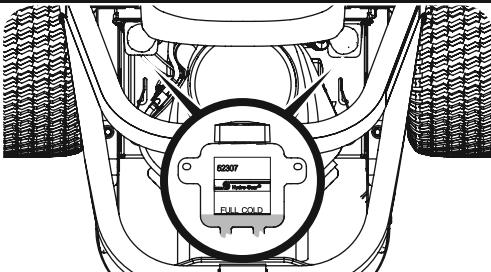

Figura 35
- Limpie la tapa del depósito y el área que la rodea para evitar que el aceite de transmisión se contamine con partículas. Consulte la Figura 35.
- Gire la tapa del depósito en sentido contrario al de las agujas del reloj para retirarla, luego controle el nivel de aceite del depósito. El aceite debe ser visible en la base de la cubeta, pero el nivel del mismo NO debe estar por encima de la línea de "LLENO FRÍO". Consulte la Figura 35. **NO LLENE EL DEPÓSITO.**
- Extraiga el tapón del depósito de expansión de aceite transmisión. Consulte la Figura 35.